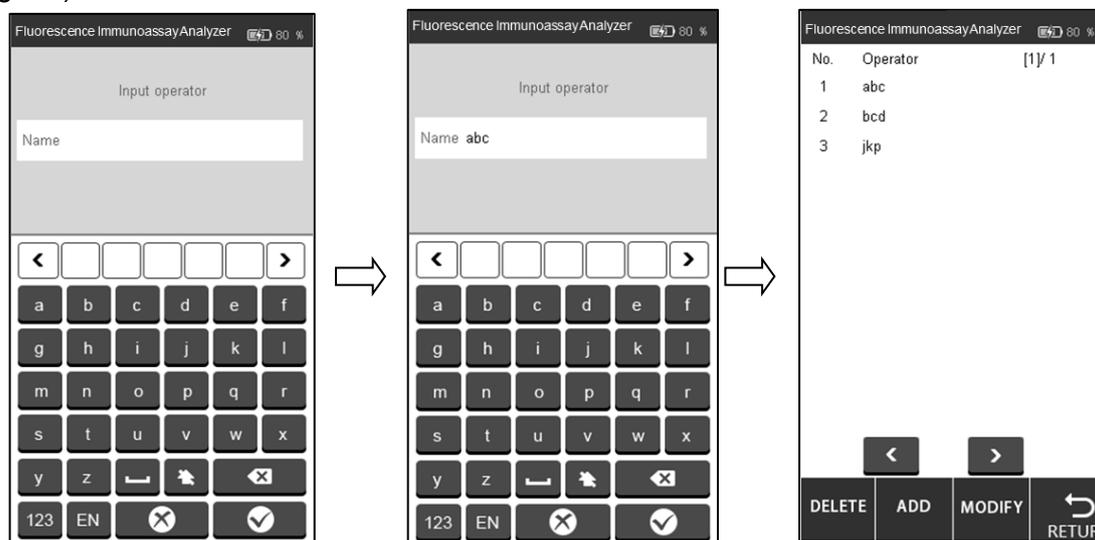
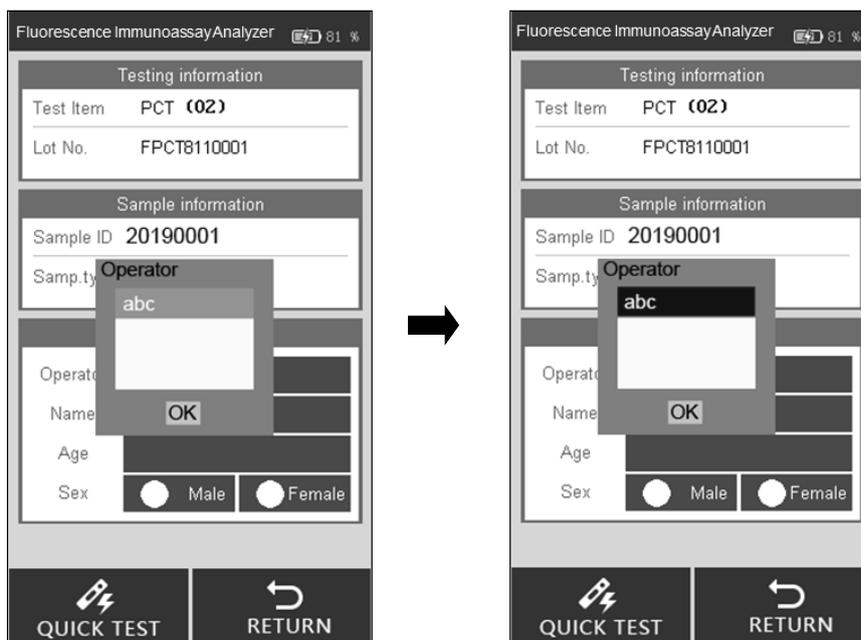

Fig. 18
Fig. 31
Cliquer sur **"ADD"**, entrer le nom de l'opérateur et cliquer sur  pour terminer la configuration. (Voir Fig. 18)
Cliquer sur l'opérateur à supprimer ou modifier et la couleur devient bleue. Cliquer sur **"DELETE"** pour supprimer l'opérateur sélectionné. Cliquer sur **"MODIFY"** pour accéder à l'interface présentée sur la Fig. 18.
Étape 5 : renseigner les informations relatives au patient (opérateur, nom du patient, âge, sexe, etc.). Cliquer sur la zone à côté de l'indication Operator. L'interface de la Fig. 31 apparaît alors. Sélectionner l'opérateur. La saisie des informations de l'opérateur est expliquée à l'aide de la Fig. 18 de la section 5.1.1.